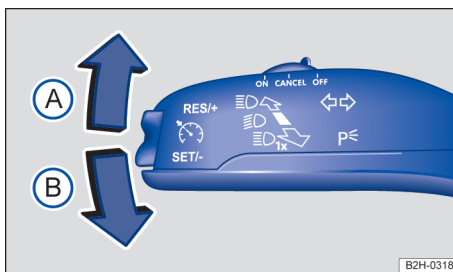

Fig. 78 À esquerda na coluna de direção: alavanca dos indicadores de direção e do farol alto.
- Trazer a alavanca dos indicadores de direção e do farol alto da posição central para a seguinte posição → Fig. 78: